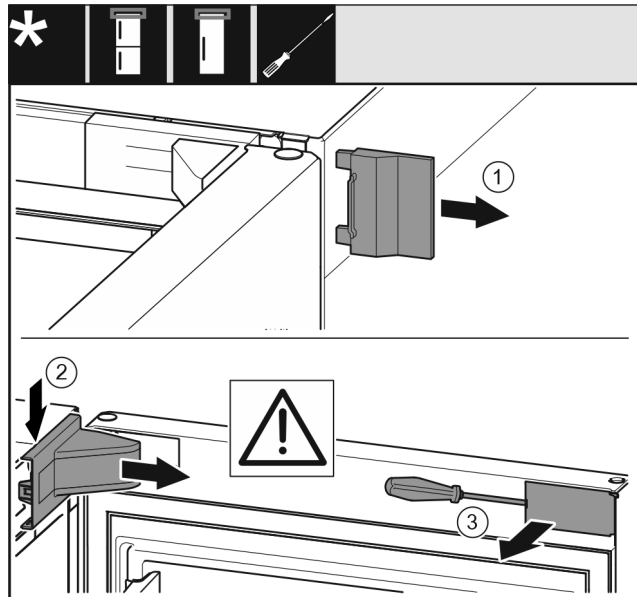

Fig. 5
- Свалете външния капак. Fig. 5 (1)
- Освободете и развийте капака на лагерната стойка. Свалете капака на лагерната стойка. Fig. 5 (2)
- Освободете капачката с плоска отвертка и я завъртете настрана. Fig. 5 (3)